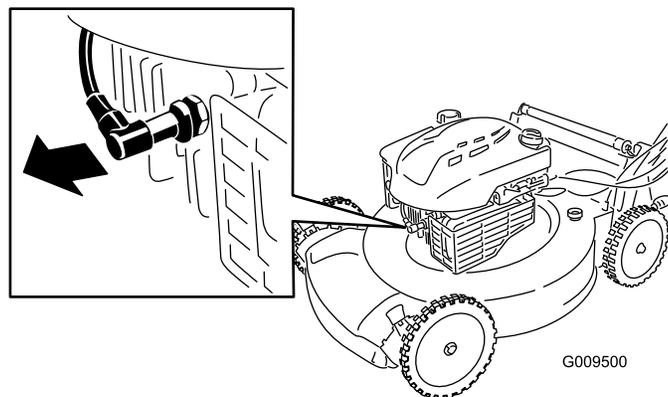

Рисунок 20
3. Отсоедините провод от свечи зажигания (Рисунок 20), прежде чем выполнять любые процедуры технического обслуживания.